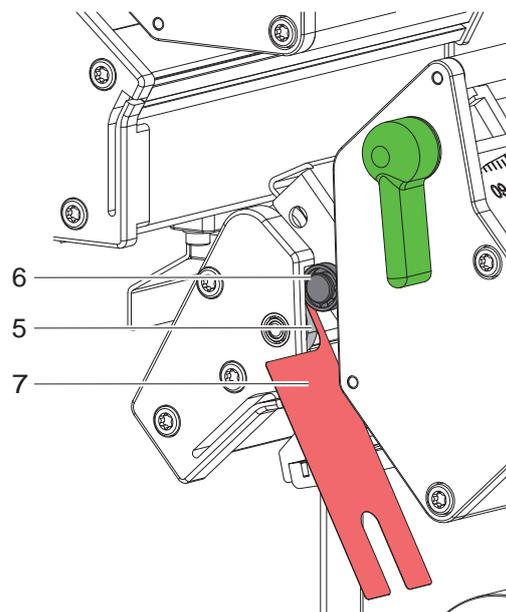

Bild 31 Distanz am Exzenter überprüfen
9. Abstand zwischen Kugellager (6) und Exzenter (5) mit 0,1-mm-Abstandslehre (7) prüfen ▷ Bild 31.